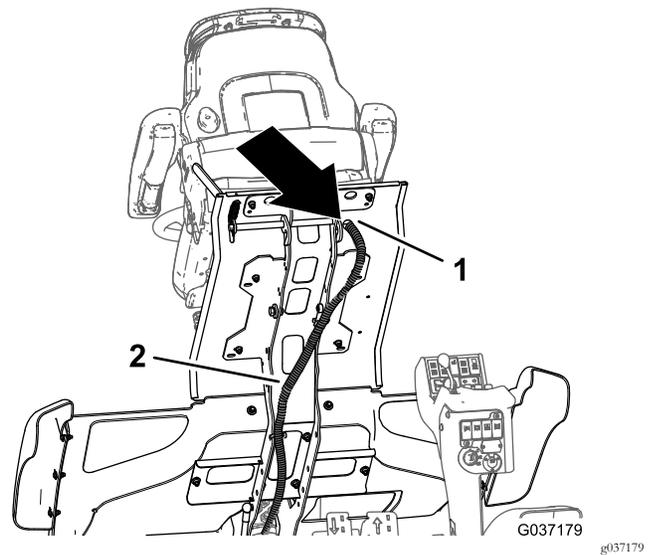

Figura 29
1. Dirija el arnés de cables de la máquina que desconectó en el paso 1 de 2 Retirada del asiento (página 4) a través del orificio en la plataforma del operador (Figura 29).
- En la parte inferior de la plataforma, dirija el conector hembra de 2 vías (cables negros y rojos) del arnés de cables del kit de 400 cm a través del orificio en la plataforma situada detrás del asiento; consulte la Figura 29.